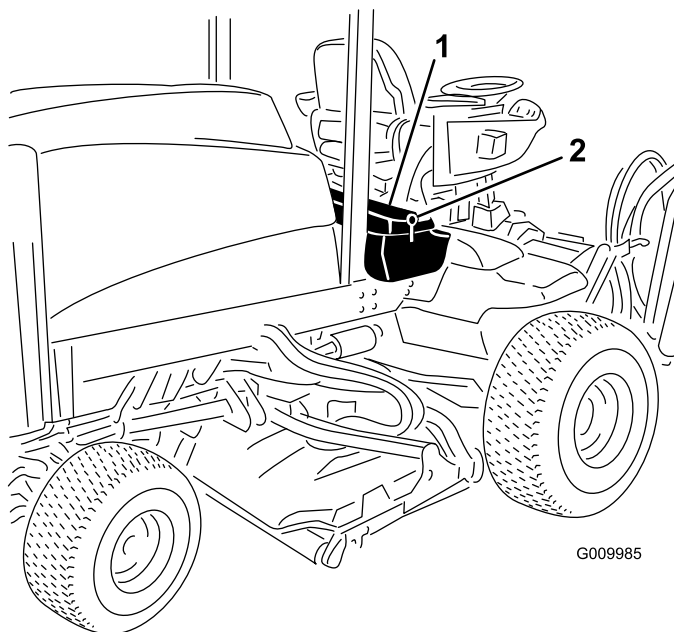
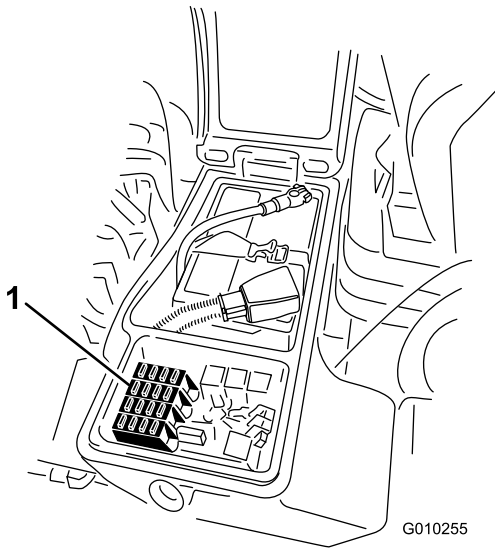

图51
图52
- 松开右储物盒盖的门锁提起盒盖 图51 以露出保险丝盒 图52。
- 必要时更换开式保险丝 图52。
3. 关闭右储物盒盖用闩锁固定图51。